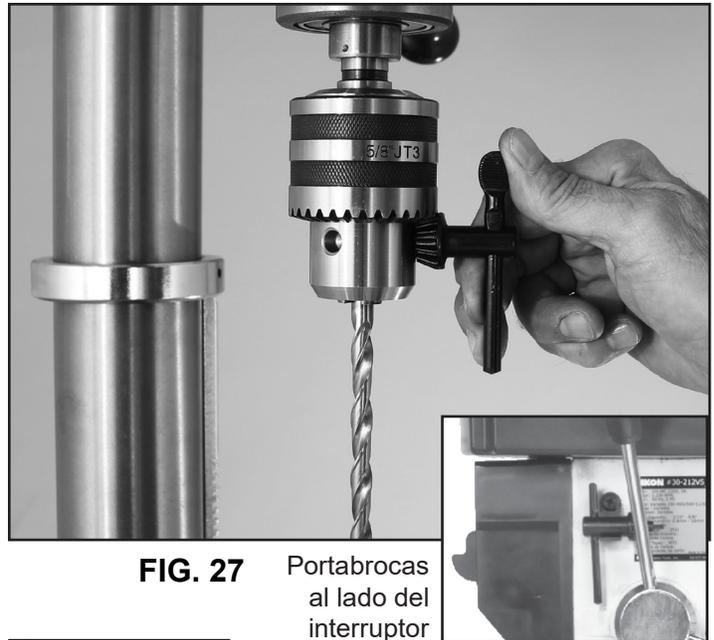

FIG. 27 Portabrocas al lado del interruptor
2. Con la llave del mandril, gire la sección superior y moleteada del mandril para abrir las tres mandíbulas del mandril. FIG. 27.